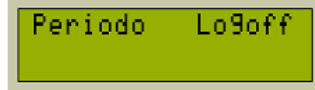

Figura 8.28: Período logoff.
unidade e novamente para a centena, a tecla (OK) efetua a alteração de senha e retorna ao menu anterior. A Figura 8.28 ilustra a alteração de senha do usuário 01 do número 100 para o número 234.